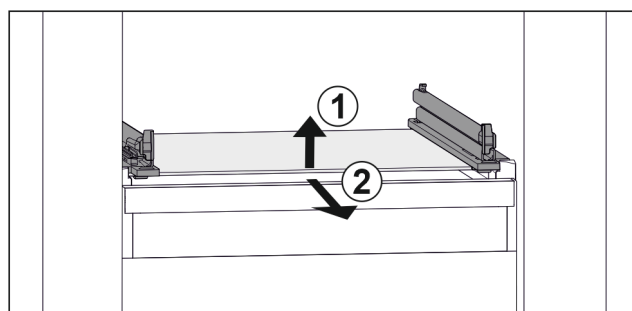

Fig. 98 Exemple de représentation de la tablette en verre
- Soulever la tablette en verre par l'avant. Fig. 98 (1)
- Retirer la tablette en verre par l'avant. Fig. 98 (2)